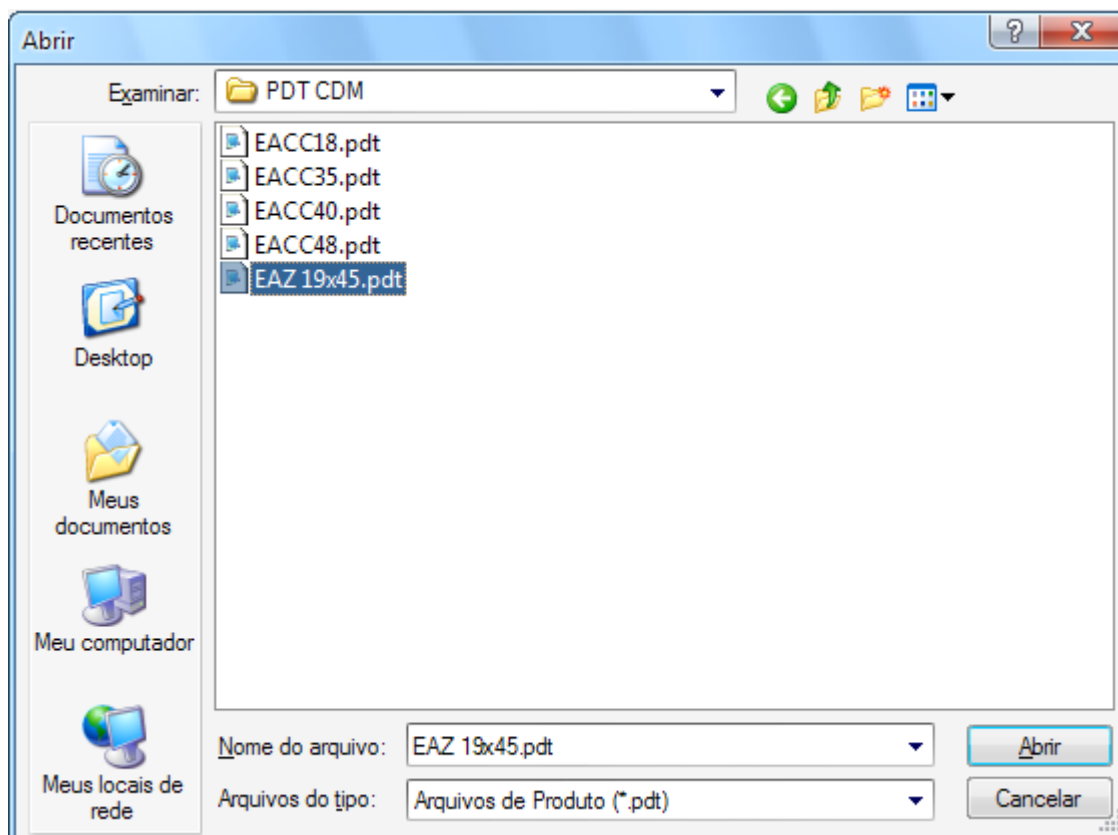

Figura 9.1.4
- Na janela que se abrir, localize e selecione o arquivo desejado, na sequência clique em “Abrir” para iniciar a importação (figura 9.1.4).